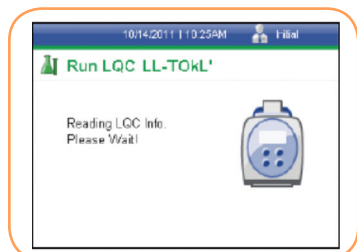

FIGURA 103
13. Inserte inmediatamente el cartucho en la bandeja de acuerdo con las instrucciones, después cierre la bandeja. El lector iniciará automáticamente el análisis de CCL y aparecerá una pantalla *Procesar CCL* (Figura 103).